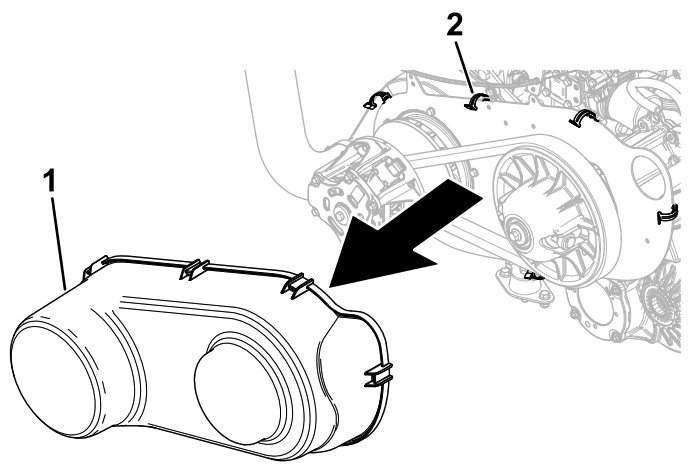

Figure 91
5. Débloquez les 6 clips élastiques qui fixent le protège courroie et déposez celui-ci (Figure 91).
8. Reposez le protège-courroie (Figure 91).
10. Reposez le protège-courroie (Figure 91).